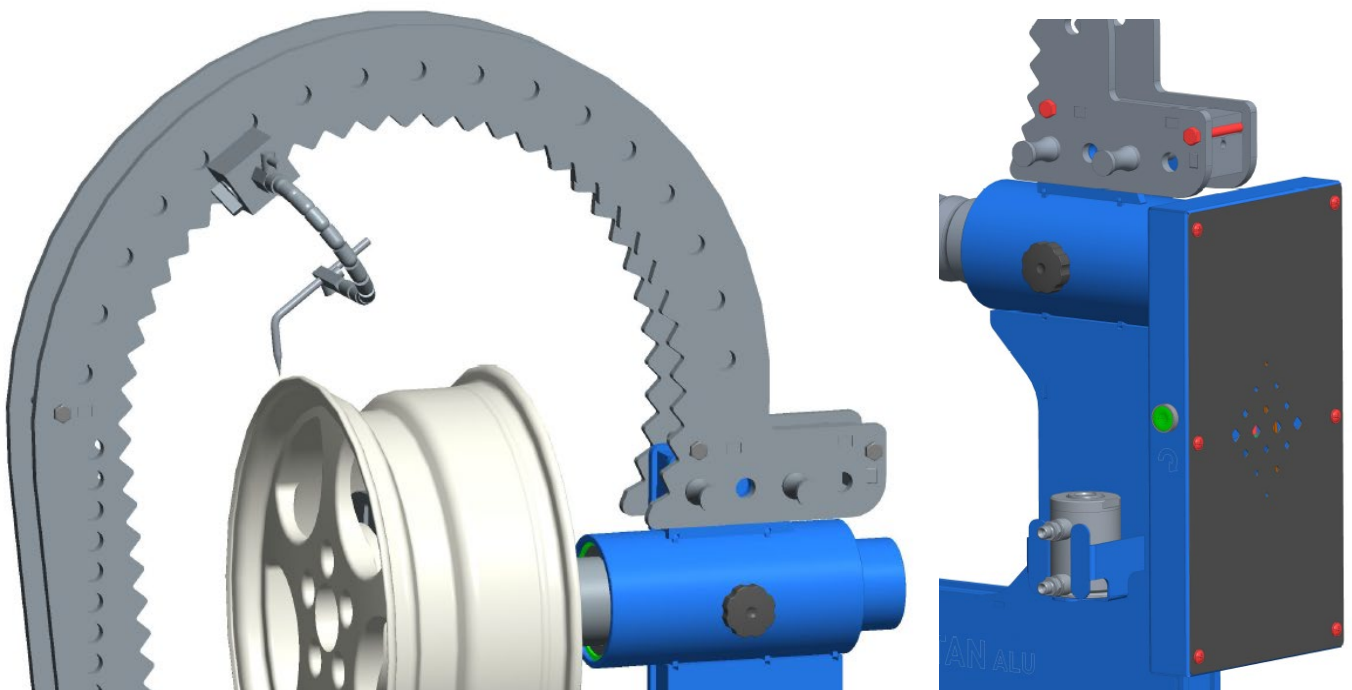

Рисунок 7.3 - Определение места деформации диска
7.3 Установить магнитную стойку с указателем биения на боковую поверхность моста, недалеко от места деформации диска. Подвести его заостренное окончание к ободу диска и зафиксировать в этом положении (рисунок 7.3). Вращая колесо рукой, или нажать кнопку «Вращение» (КС708-20), отметьте те точки на ободе, где острие указателя начинает отдаляться от поверхности обода или наоборот мешает вращению. Сектор, расположенный между полученными отметками, является зоной правки. Отведите острие указателя биения из рабочей зоны.